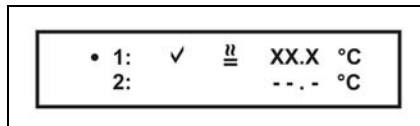

Abb. 19: Anzeige bei selektiertem Kanal 1, eingeschalteter Heizung und während des Heizens. XX.X: Ist-Temperatur.
- Schalten Sie den Heiztisch mit der Taste „ON/OFF“ ein, die Anzeige wechselt auf die der Abb. 19.